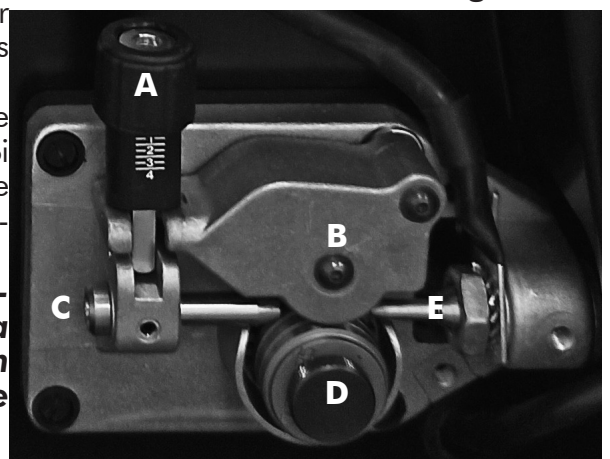

Figure 5
- Desserrer et abaisser le bouton en plastique (A) et relâcher le levier presse-fil (B)(Fig.5). Souffler à l'air comprimé les résidus éventuels dans la gaine guide-fil.
- Remonter le fil de la bobine et le tenir serré avec une paire de pinces de façon à ce qu'il ne puisse pas se dérouler. Si nécessaire, le redresser avant de l'introduire dans le guide d'entrée (C) du fil. Y introduire le fil en le faisant passer au-dessus du galet inférieur (D) et dans la gaine guide-fil.